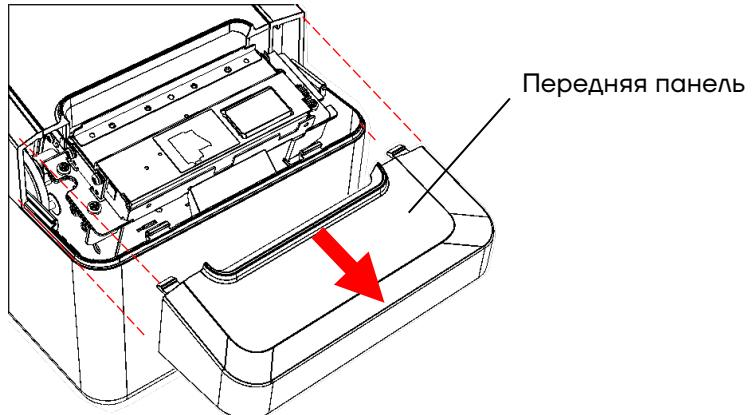

Рисунок 9. Передняя панель отделена от корпуса ККТ
- 16 Установить переднюю панель (см. рисунок 9).
**16** Выполнить пункты 12–13, 15 раздела «Замена модуля индикации». Затем включить ККТ для проверки ее работоспособности. Если ККТ функционирует, индикаторы горят, на печать выводится сообщение об отсутствии ФН, при этом символы напечатаны четко, текст читабельный, то установить переднюю крышку (см. рисунок 9).